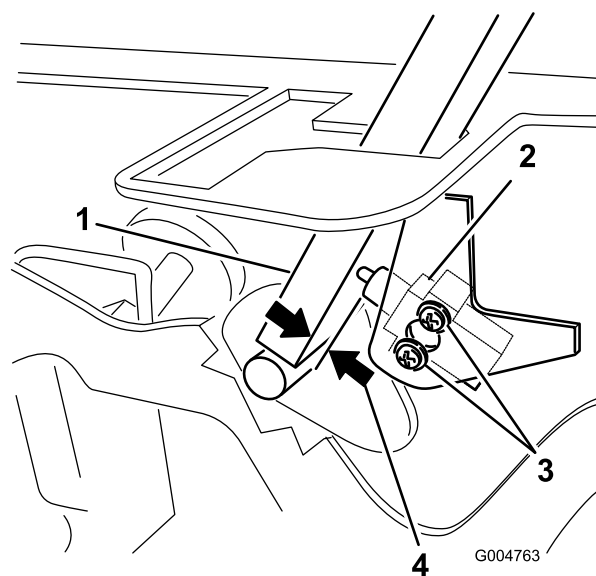

Figura 59
3. Allentate le due viti che fissano il microinterruttore di sicurezza (Figura 59).
4. Tenete la leva di controllo contro il telaio, spostate il microinterruttore verso la leva finché la distanza tra la leva ed il corpo del microinterruttore non è compresa tra 0,4 e 1 mm (Figura 59).